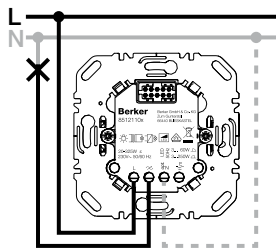

Figura 3: Módulo de potência para comutação simples
- Ligar o módulo de potência para comutação e, opcionalmente as extensões de acordo com o diagrama de ligações (figura 3 a 6).
- O módulo de potência para comutação simples têm um Borne-N opcional (figura 3 e 4). Operação possível sem um condutor neutro.